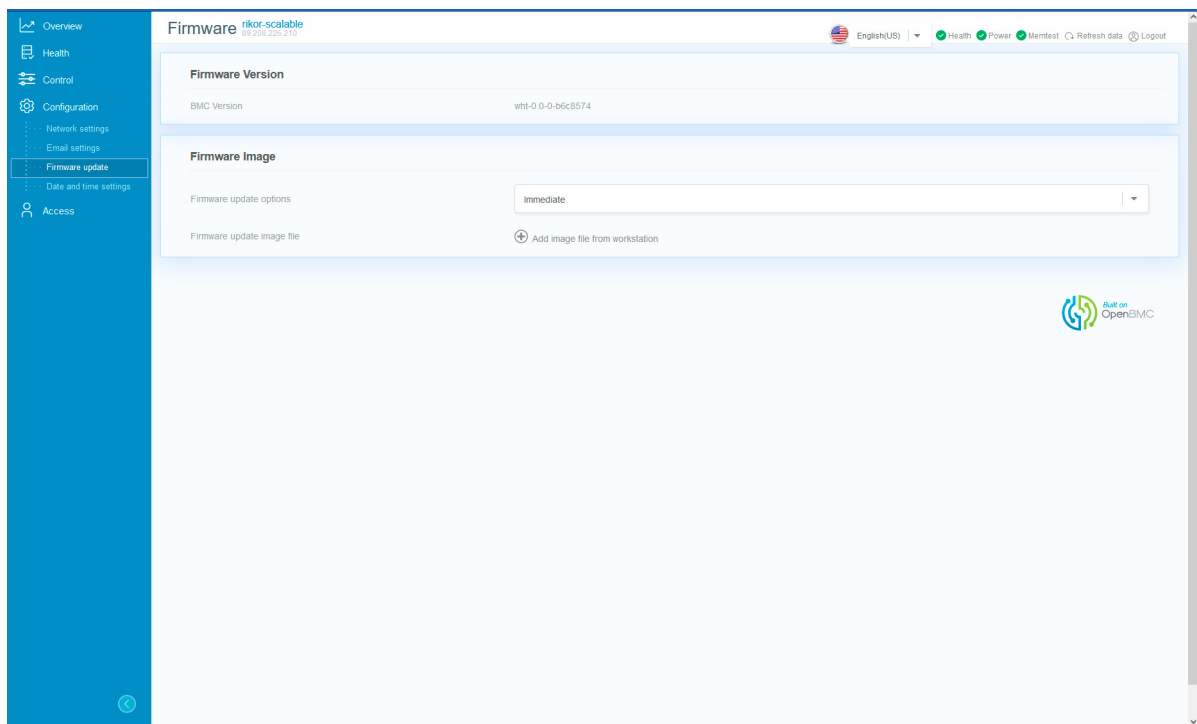

Рис. 88. Меню Firmware update
- 2) Пройдите во вкладку «Configuration» → «Firmware update». Окно показано на рис. 88 Меню Firmware update